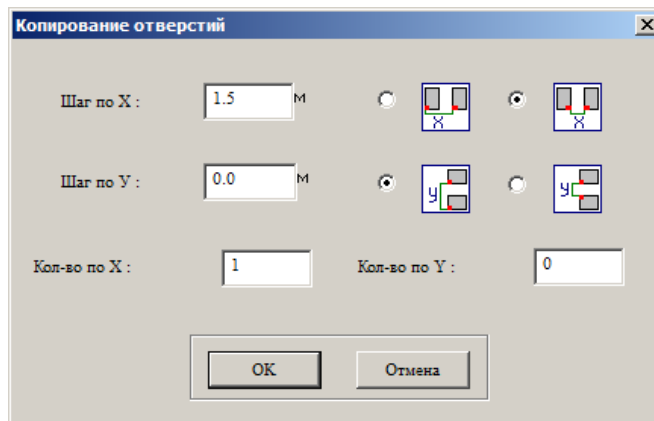

Рис.15.2.7. Окно диалога **Копирование отверстий**
- в окне диалога **Копирование отверстий** (рис. 15.2.7) задайте следующие параметры: